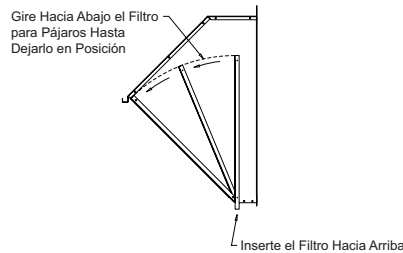

Figura 4 — Colocación del Filtro para Pájaros en la Cubierta Ensamblada
- Deslice el filtro para pájaros por la parte inferior de la cubierta ensamblada por medio de las aberturas que se encuentran en la parte inferior. Consulte la Figura 4. Coloque el filtro para pájaros en el bastidor y apóyelo sobre los rebordes que se encuentran a cada costado. Fije el filtro a cada costado utilizando los tornillos de plancha de 5/8" de largo.